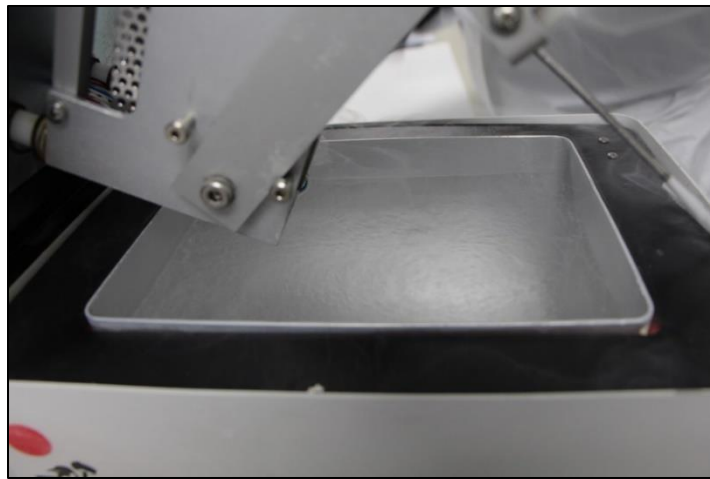

Imagen No. 3
9.4.4. Preparar el equipo de pulverización con nitrógeno líquido. Antes de introducir la muestra al equipo de pulverización se deben introducir aproximadamente 3 a 3.5 litros de nitrógeno líquido dentro del equipo pulverizador Freezer/Mill (Imagen No.3).